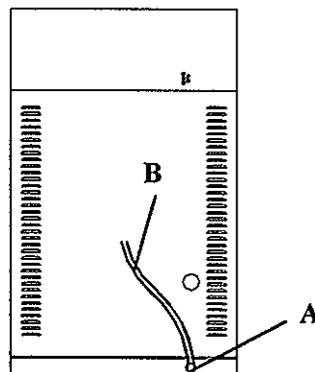

fig. 14
- During a normal wash program, check the drain hose outlet (A) of the bearings box for leaks (fig. 14). This hose is visible at rear of the washer's lower frame.
- Durante un programa normal de lavado, comprobar que no se aprecian pérdidas de baño por el extremo (A) del tubo de drenaje (B) de la caja de rodamientos (fig. 14). Este tubo es visible en la parte inferior posterior de la lavadora.
- Durant un programme normal de lavage, vérifier que la machine ne perd pas d'eau par l'extrémité (A) du tuyau de vidange (B) de la boîte à roulements (fig. 14). Ce tuyau est visible à la partie inférieure arrière de la machine.